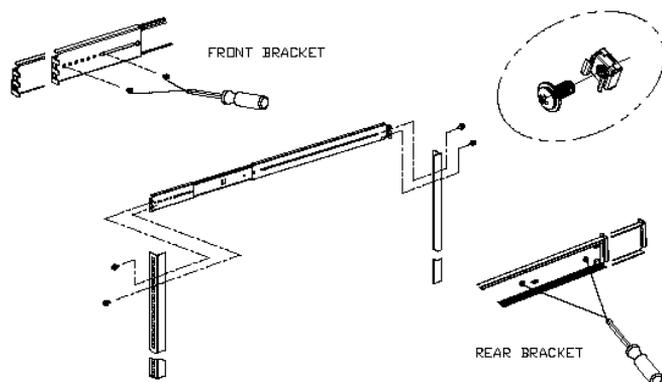

图 5-3 外侧导轨上机柜
4、安装外侧导轨到机柜上（图 5-3）。
4、将 2 个导轨延长片安装到柜式机架后部。（注：要安装导轨延长片到机柜上请使用机柜自带的螺丝和螺母）将支架固定到柜式机架的内部。对准支架后的螺母条并拧紧螺丝。确保螺母条的位置与孤立的孔垂直。将螺丝穿过螺母条的孔拧紧螺丝。图 5-3 显示如何对准各个部分。每个支架的安装都类似。注：因为机柜的尺寸和规格都不一样，固定到机柜上需要机柜自带的螺丝；固定的总长度可以通过调节外层导轨和导轨延长片的螺孔变化。此安装方法保证在方正的机柜上安装没有问题，对于非标准的机柜我们无法保证一定可以安装成功。